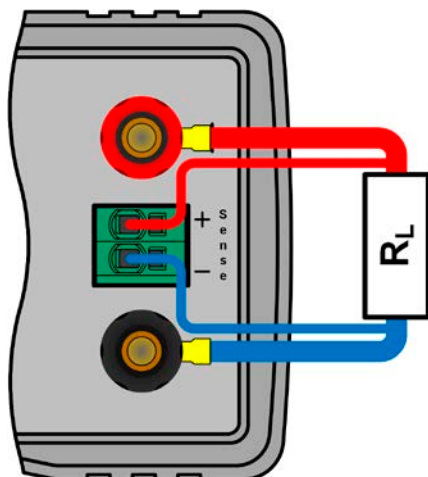

Bild 6 - Prinzip der Fernföhlungsverdrahtung
- Die Fernföhlung ist nur im Konstantspannungsbetrieb (CV) wirksam und der Fernföhlungsanschluß sollte möglichst nur solange angeschlossen bleiben, wie CV benutzt wird, weil die Schwingneigung des Systems durch Verbinden der Fernföhlung generell erhöht wird.
- (+) Sense darf nur am (+) der Last und (–) Sense nur am (–) der Last angeschlossen werden, ansonsten könnte das Gerät beschädigt werden. Siehe auch *Bild 6*.